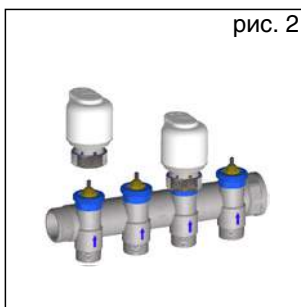

рис. 2
- Для установки головки на коллектор нужно снять рукоятку и завинтить кольцо прямо на голубой адаптер (Рис. 2).